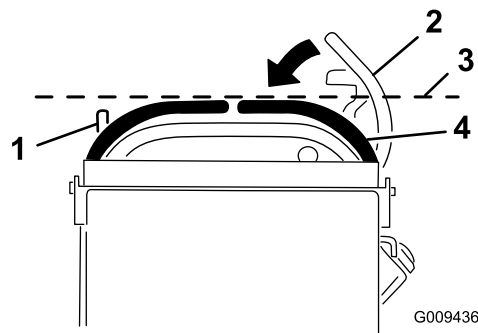

Figura 67
- Empuje la palanca de control de movimiento de la derecha hacia abajo, sacándola de la posición de bloqueo/punto muerto (Figura 67).
- Compruebe su alineación horizontal con la palanca de control de movimiento izquierda (Figura 67).